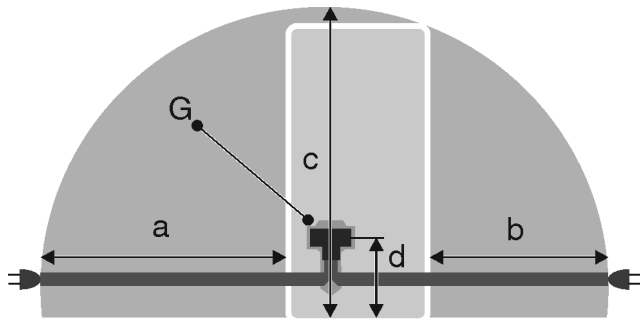

Fig. 35\*
- Pistorasia ei ole laitteen takana, vaan a- tai b-alueella Fig. 35 (a, b, c).
▶ Liitä pistoke Fig. 35 (G) laitteen takana olevaan liitinaukkaan. Varmista, että osat kiinnittyvät kunnolla paikalleen.